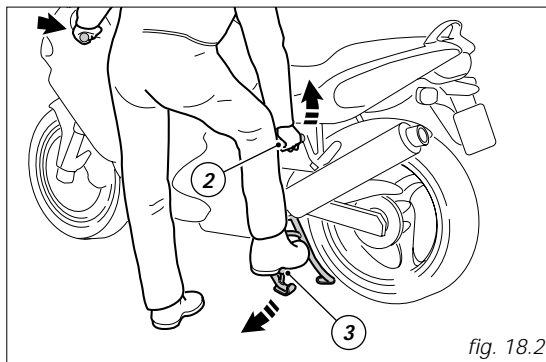

fig. 18.2
Con la mano sinistra tenere la manopola sinistra e con l'altra la maniglia (2, fig. 18.2). Spingere con il piede destro sulla superficie d'appoggio (3) del cavalletto centrale, fino a portarlo a contatto con il suolo; contemporaneamente tirare con la maniglia il motociclo verso l'alto e all'indietro.